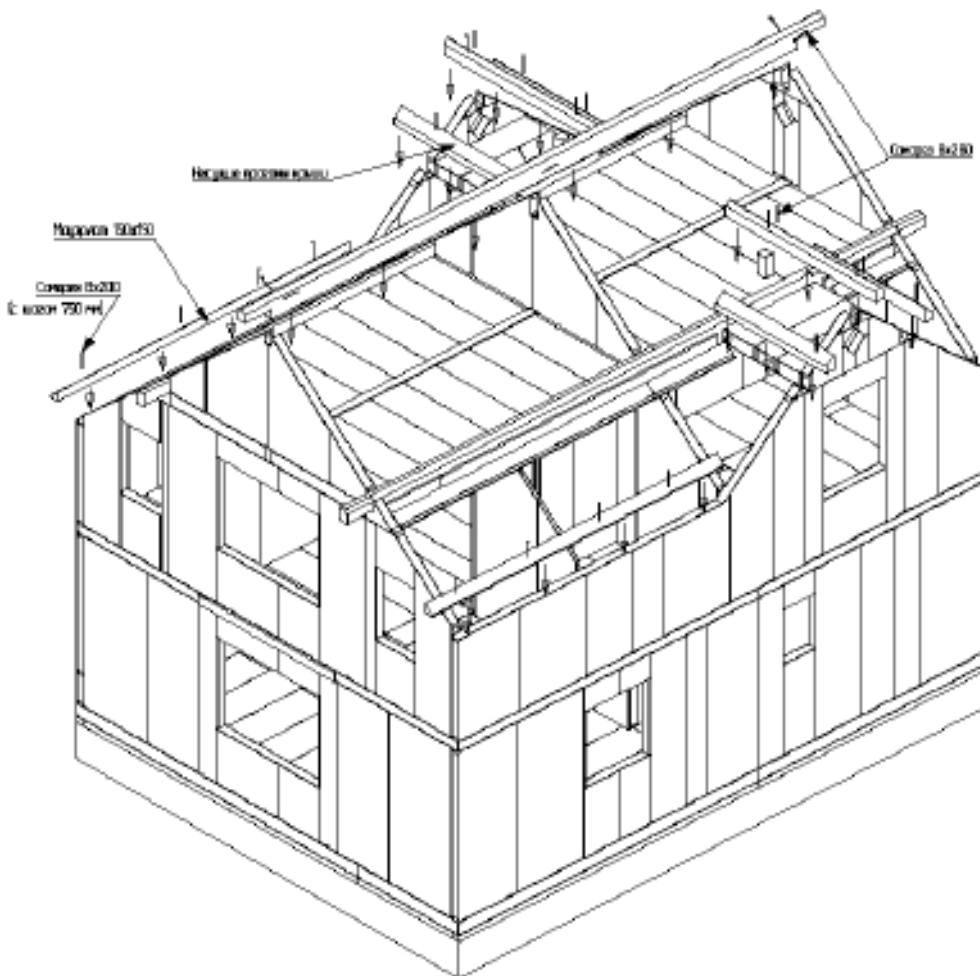

Рис. 17: Установка прогонов крыши.
16. После сборки всех стен дома и всех перекрытий, следует приступить к сборке крыши. В первую очередь внимательно изучаются схемы монтажа крыши и планы раскладки панелей крыши. Сборка крыши начинается с установки несущих силовых конструкций крыши: маузерлатов и прогонов, в т.ч. конькового (Рис. 17). В общем случае все силовые элементы опираются на несущие стены и стойки, и передают на них нагрузку от покрытия. Прогоны достаточно просто зафиксировать саморезами 8x280 по 2 шт. на одно место опирания. Если устройство